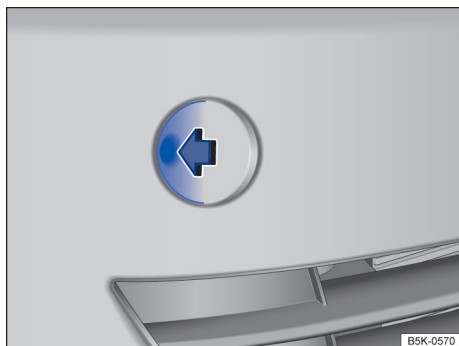

Fig. 154 No para-choque dianteiro à direita: remover a cobertura.
O alojamento para a argola de reboque rosqueável está localizado à direita do para-choque dianteiro, atrás de uma cobertura → Fig. 154.
- Pressionar na área lateral da cobertura → Fig. 154 (seta) para soltar o encaixe da cobertura.